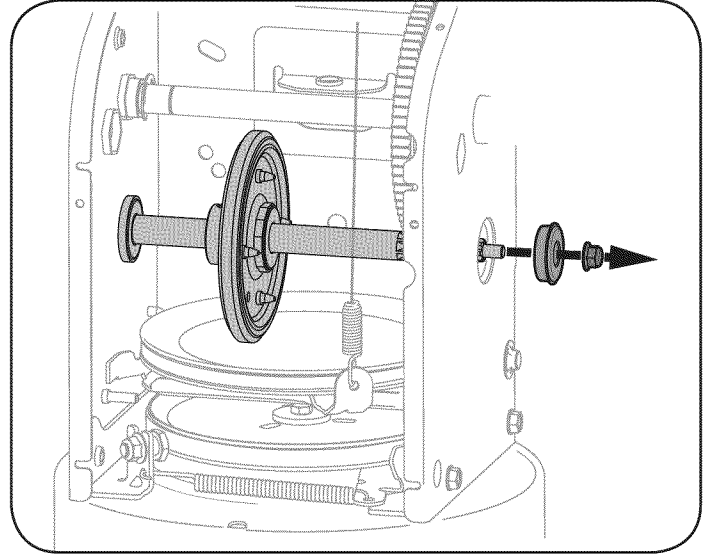

Figura 30
5. Retire con cuidado la tuerca hexagonal y la arandela que sujetan el eje hexagonal al marco de la máquina quitanieve, y golpee suavemente el extremo del eje para desplazar el cojinete de bolas del lado derecho del marco. Vea la figura 30.